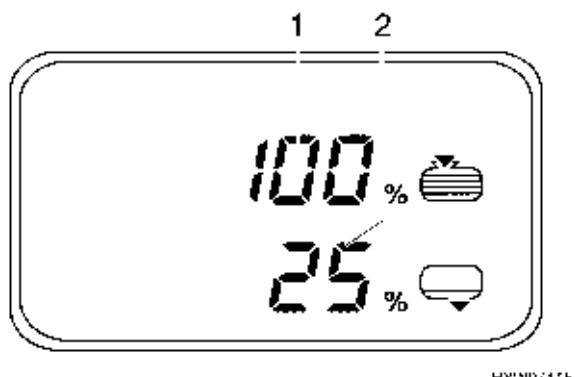

Fig. 112 Menu Serbatoio
- Premere il tasto (Fig. 108,9): appare il menu Serbatoio (Fig. 112).
- Livello del serbatoio dell'acqua potabile (Fig. 112,1)
- Livello del serbatoio delle acque grigie (Fig. 112,2)
Il menu Serbatoio appare e il rispettivo simbolo inizia a lampeggiare quando il serbatoio dell'acqua potabile è vuoto oppure il serbatoio delle acque grigie è pieno. Lampeggiano inoltre il simbolo allarme e il valore corrispondente in percentuale (Fig. 112, 1 o 2).